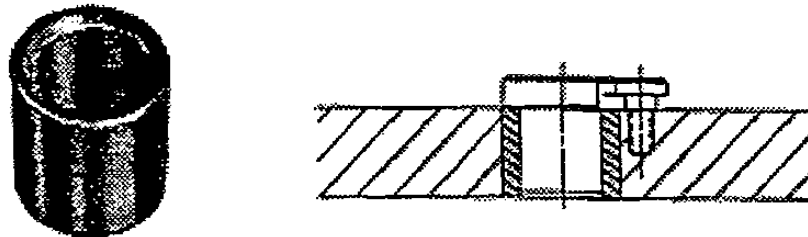

Figura 8-20. Los forros son casquillos permanentes que se utilizan para sostener y colocar a los casquillos para perforación renovables.
8.1.2.2 Forro. Los casquillos de forro, tipo L, Figura 8-20, se parecen a los casquillos de sujeción a presión, aunque son más largos. Los casquillos de forro se utilizan junto con los casquillos de tipo renovable para proporcionar firmeza así como resistencia al desgaste al orificio que se encuentra en la placa de plantilla de otro tipo de